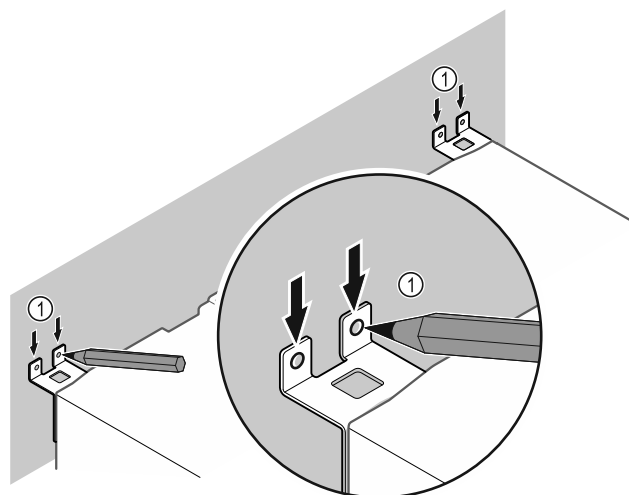

Fig. 11
- ▶ Veiciet uz sienas atzīmes Fig. 11 (1).